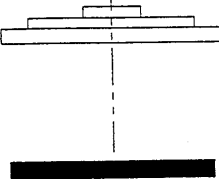

Bild 2
• Handbedienbares Überdruckventil (Bild 2)
- Zum Demontieren wird das Ventilgehäuse (5) entgegen dem Uhrzeigersinn nach links gedreht.
- Kontrollieren Sie die Gummidichtscheibe (6) auf Verunreinigungen. Sind solche zu erkennen, reinigen Sie die Scheibe mit Wasser und eventuell etwas Haushaltsspülmittel. Montieren Sie das Ventil wieder in umgekehrter Reihenfolge. Achten Sie dabei darauf, daß die Feder (7) in ihren beiden Führungsvertiefungen sitzt. Schrauben Sie das Ventilgehäuse (5) fest auf sein Gegenstück im Blasenkörper.
• Manually actuated relief valve (Fig. 2)
- For disassembly the valve housing (5) is turned counterclockwise to the left
- Check the rubber sealing washer (6) on contamination. If dirty, clean it with water and some washing-up liquid, if necessary. Mount the valve in reverse sequence. Make sure that the spring (7) is positioned in its two guiding recesses. Screw the valve housing (5) firmly onto its counterpart in the bladder body.